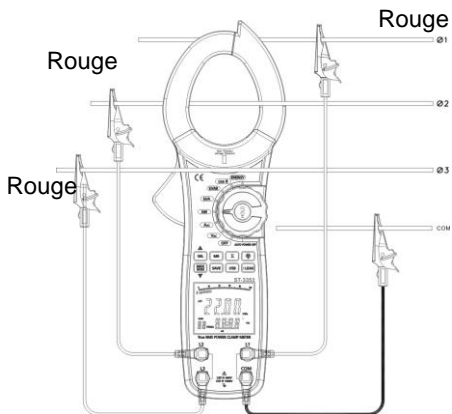

Figure 6
3. Méthode de connexion (voir figure 6, 7, 8).
- En mesure 3 phases, 4 fils, connectez l'appareil comme sur la figure 6.
Sur la figure 6 $\Sigma W = W1 + W2 + W3$.
3. Pour la connexion de 3 phases, 4 fils ou 3 phases, 3 fils, voir figures 6 et 15.
3. Pour la connexion de 3 phases, 4 fils et 3 phases, 3 fils, voir figures 6 et 15.